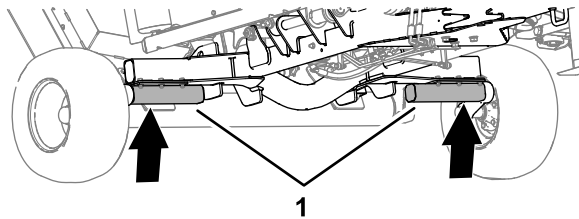

Figura 39
1. Levante o cortador nas metades do eixo, como se mostra na Figura 39.